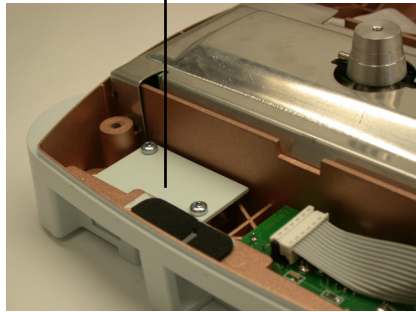

Figura 2B.
6. Rimuovere le due viti che fissano la piastra di copertura COM2 verso la parte posteriore e a destra dell'alloggiamento inferiore (vedere Figura 2B). Rimuovere la piastra di copertura e le due viti e gettarle.